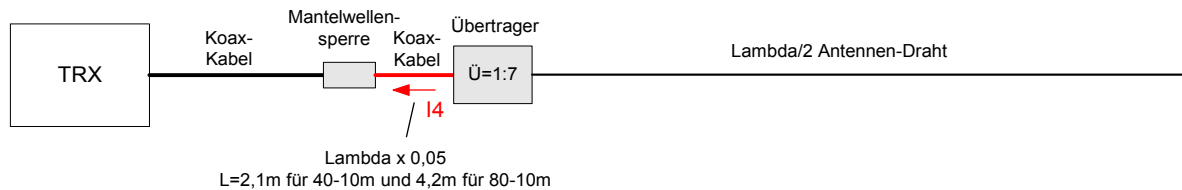

Bild 6: Gegengewicht durch ein Stück Koaxkabel (rot) zwischen Mantelwellensperre und Übertrager
Eine weitere, sehr einfache Form eines Gegengewichts, läßt sich mit einem Stück Koaxkabel zwischen Mantelstromsperre und Übertrager realisieren (3), (Bild 6). Hierbei wird der Balun nicht direkt am Übertrager, sondern erst im Abstand von $\geq \lambda 0,05$ vom Eingang des Übertragers entfernt in die Leitung eingefügt, so dass das verbleibende Stück Koaxkabel als Gegengewicht wirkt. Hier ist das gleiche Prinzip, wie bei der City-Window. Das Stück Koaxkabel wirkt ebenfalls mit als Antenne, die Koaxleitung hinter der Mantelstromsperre ist anschließend "kalt".
Den schematischen Aufbau meiner 5-Band HyEndFed zeigt Bild 6 und 7. Die sperrende Wirkung des Strom-Baluns, läßt sich besonders im Empfangsbetrieb deutlich erkennen. Mit Mantelwellensperre in der Leitung, verkleinert sich das Grundrauschen (Störnebel) meines Receivers im 80m-Band um drei S-Meter-Stufen, von -79dBm (S8) auf -100dBm (S5)! Kleine Signale, die ich vorher nicht empfangen konnte, werden erst jetzt hörbar. Mantelwellen auf der Versorgungsleitung, können demnach nicht nur beim Senden, sondern auch beim Empfangen Sorgen bereiten. Vielleicht ist das auch eine Erklärung dafür, warum sich manche OM's über das starke "Rauschen" ihrer HyEndFed-Antenne beklagen. Ein Strom-Balun, positioniert an der richtigen Stelle, kann es beseitigen.
Leistung gearbeitet wird und oft auch ein Störnebel vorhanden ist. Falls beim Senden Störungen (BCI/TVI o.ä.) auftreten oder das Grundrauschen des Empfängers ungewöhnlich hoch ist, sollte ein Gegengewicht plus Strombalun verwendet werden. Eine sehr einfache Lösung besteht darin, eine Mantelstromsperre im Abstand von $0,05 \lambda$ zum Übertrager in die Koaxleitung einzufügen (Bild 6, 7, 13). In dieser Konfiguration ergibt sich ein guter Wirkungsgrad und kein störender Mantelstrom auf der Versorgungsleitung.